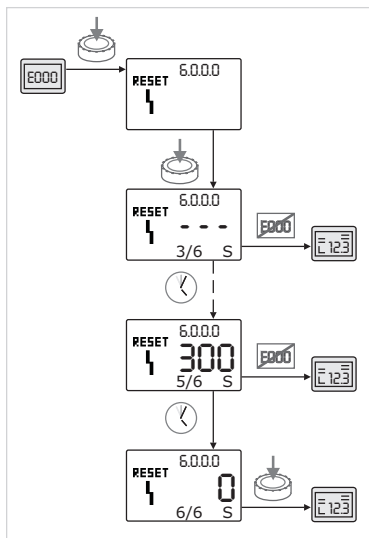

Fig. 50: Kvittera feltyp C
- Gör följande för att kvittera fel av typen C (fig. 50):